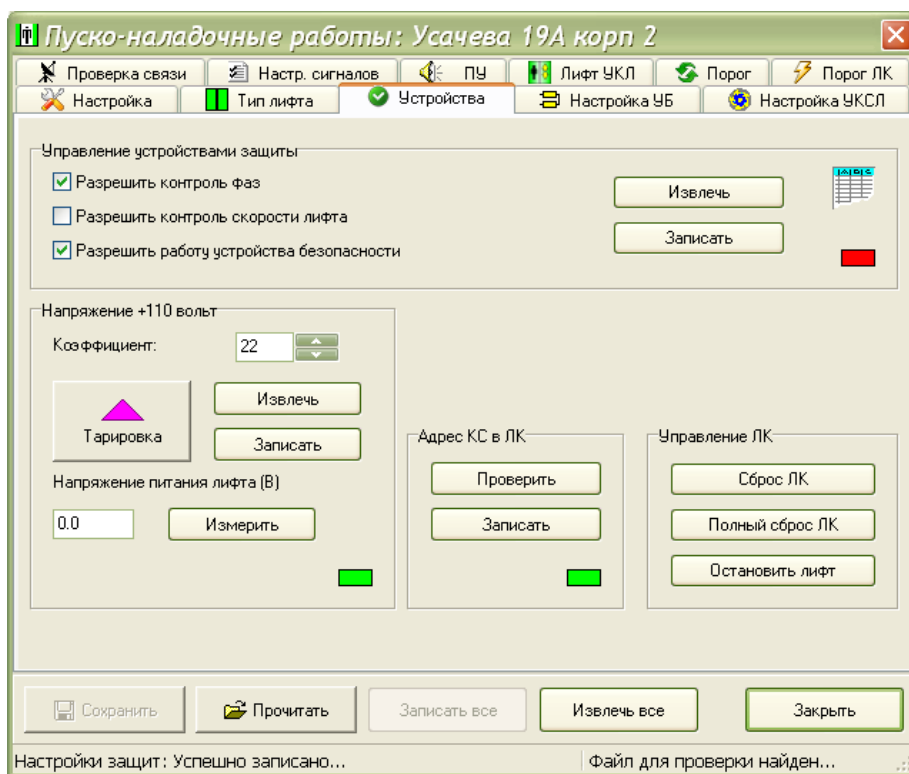
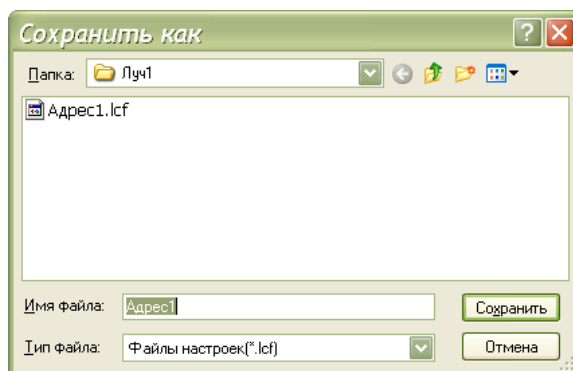

Рисунок 66
Рисунок 68
16) Разрешить работу устройства безопасности. Для этого перейти на вкладку «Устройства» и установить «галочку» «Разрешить работу устройства безопасности» (рисунок 66).
18) Нажать кнопку «Сохранить» (рисунок 66). В открывшемся окне указать название файла настроек блока (рисунок 68).